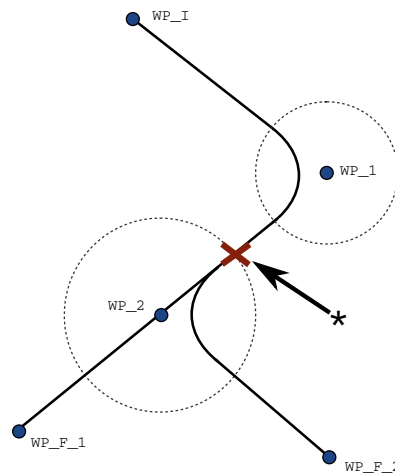

图 14.5: WP\_I 为初始路点，有两个潜在最终路点 WP\_F\_1 和 WP\_F\_2，取决于条件表达式。当机器手臂进入第二个交融时，条件 if 表达式被评估 (\*)。
**条件交融轨迹** 交融轨迹受设置交融半径的路点以及程序树中的下一个路点影响。也就是说，在图 14.5 中的程序中，围绕 WP\_1 的交融受 WP\_2 影响。在本例中，当围绕 WP\_2 交融时，其结果变得更显而易见。存在两个可能的结束位置，为确定哪一个是要交融的下一个路点，当输入交融半径时，机器人必须已经评估 digital\_input[1] 的当前读数。那意味着 if...then 表达式（或判断下一个路点的其它必要语句，如可变路点）在我们实际抵达 WP\_2 之前被评估，当审视程序序列时，这有点反直觉。如果某个路点是一个停止点，后接判断下一个路点的条件表达式（如：I/O 命令），当机器手臂停在该路点时执行该表达式。